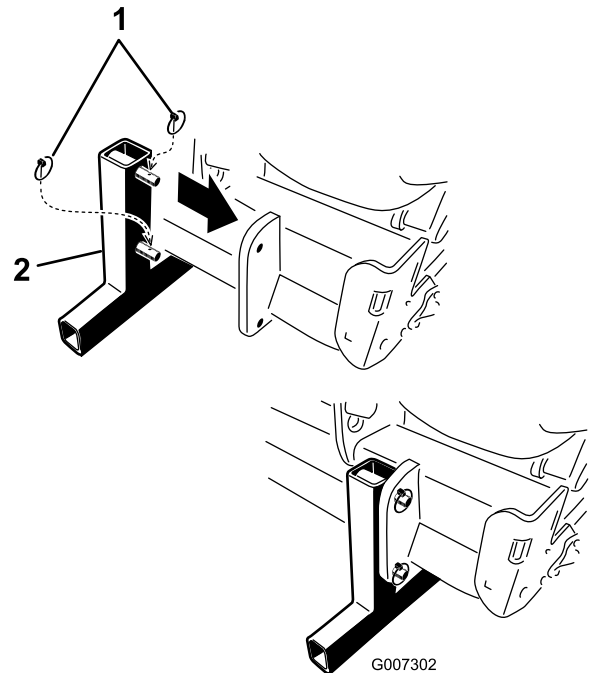

Figura 39
5. Installate i cavalletti di supporto e fissateli all'arieggiatore con gli acciarini (Figura 39).